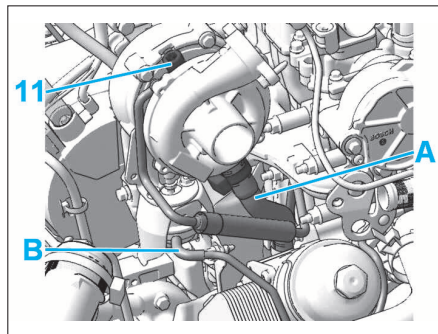

FIG. 64
- Déposer la vis (11) du tuyau de graissage du turbo (Fig.64).